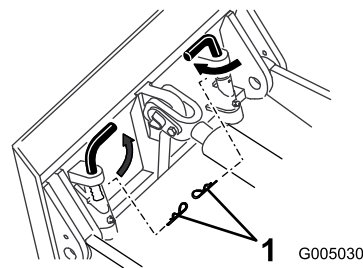

Figura 10
- Algumas unidades de tração de modelos mais antigos têm furos através da mola e pinos de engate rápido na placa de montagem (Figura 10) para permitir a instalação de dois contrapinos ao arar em longos percursos. Isto assegura que a vibração do arado não faça com que os pinos se soltem.